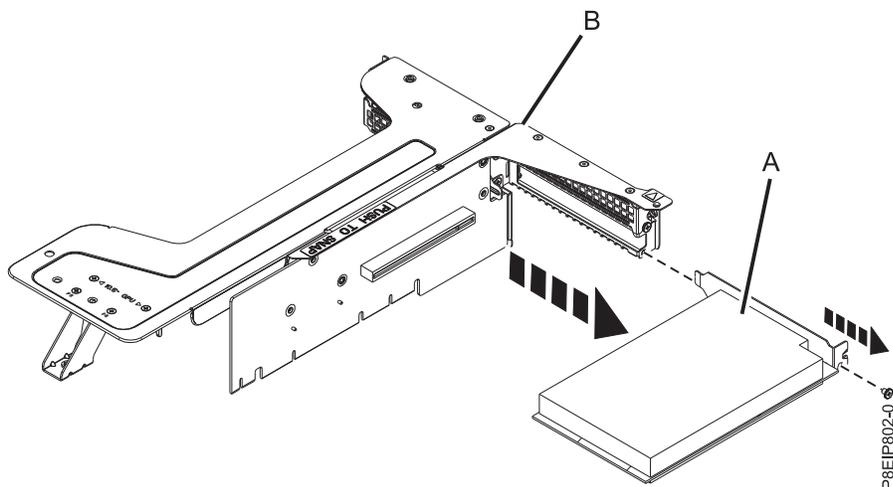

Figura 41. Extracción de un adaptador de la posición 2 de la tarjeta de expansión
- i. Desconecte un adaptador (A) en la posición 2 de la tarjeta de expansión del adaptador PCIe (B), como se muestra en la Figura 41 en la página 39.